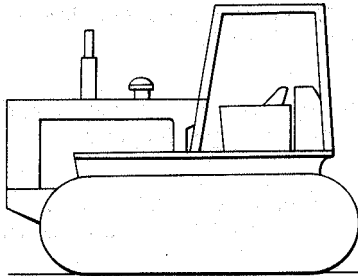

Figure 1 — Tracteur à chenilles
5.1.1.1 Tracteur à chenilles (voir figure 1)